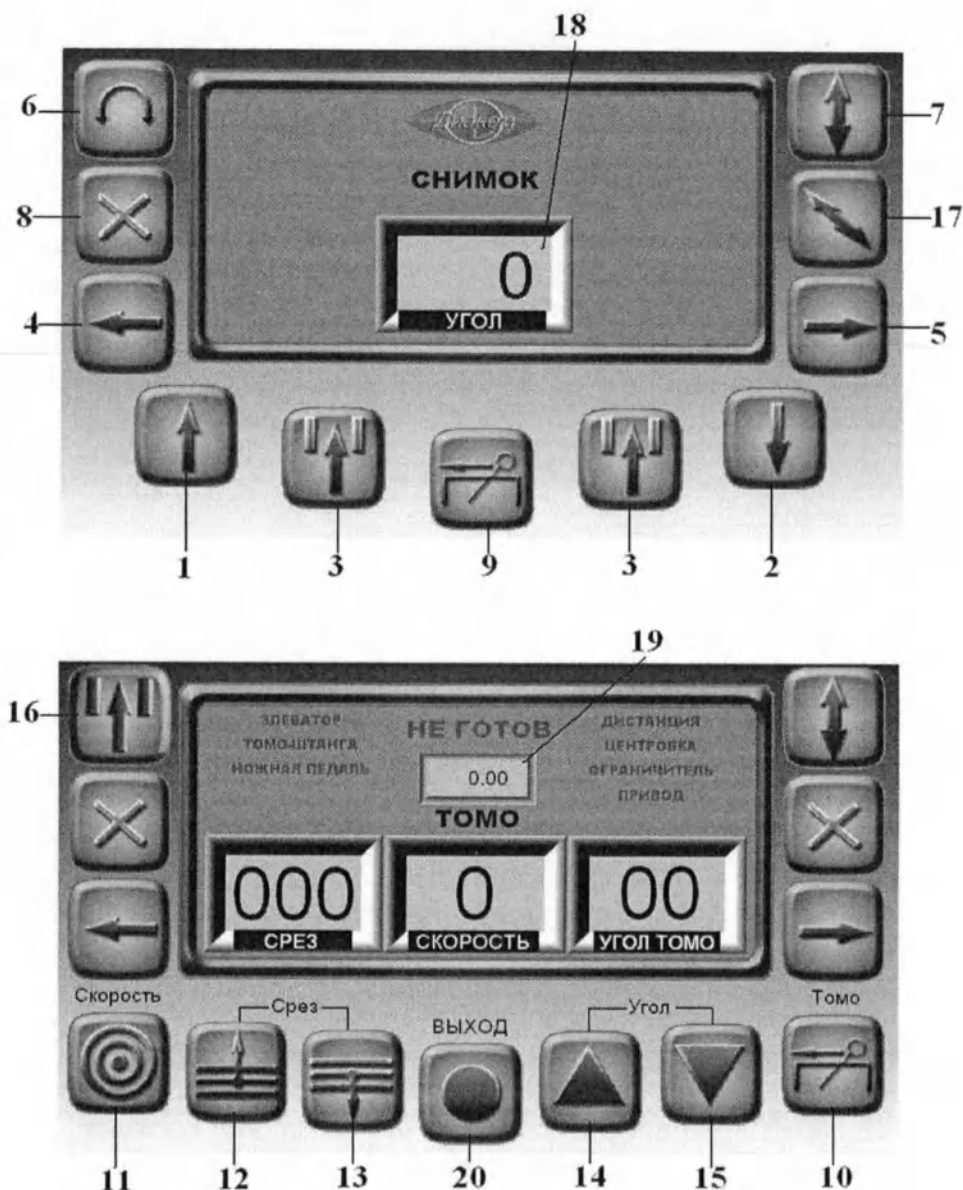

Рисунок 1.7 – Пульт управления
- на пульте управления (рисунок 1.7) нажать на кнопку 9, при этом разблокируются тормоза узлов участвующих в установке томо-штанги. Так же на нижнем слайде рисунка 1.7 будут отображены параметры которые необходимо выполнить для приведения готовности проведения томографического обследования (индикация параметра красным – параметр не установлен, индикация параметра зеленым – параметр готов);